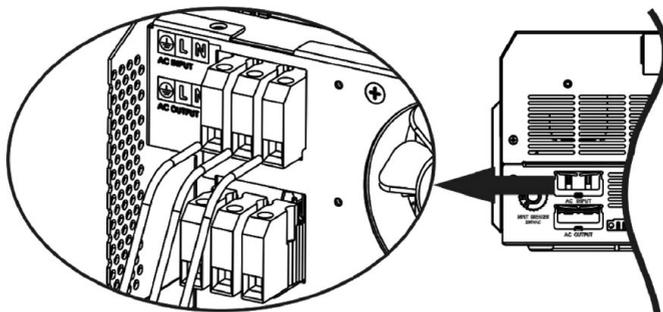
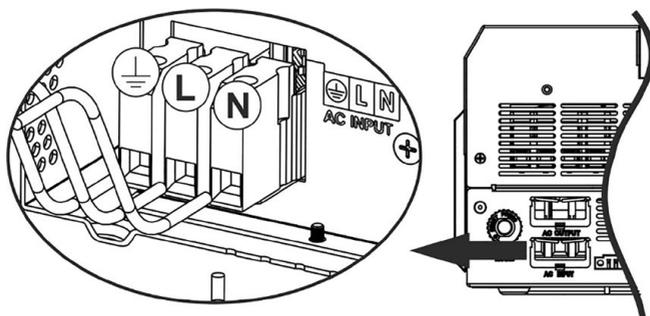

Figura 4.7 - Inserimento cavi di ingresso AC modello 3.6 kW
Figura 4.8 - Inserimento cavi di ingresso AC modello 6 kW Twin
3. Inserire i cavi di ingresso AC secondo le polarità indicate sulla morsettieria (Figura 4.7 per il modello 3.6 kW, Figura 4.8 per il modello 6 kW Twin) e serrare le viti. Assicurarsi di collegare per primo il cavo di messa a terra .